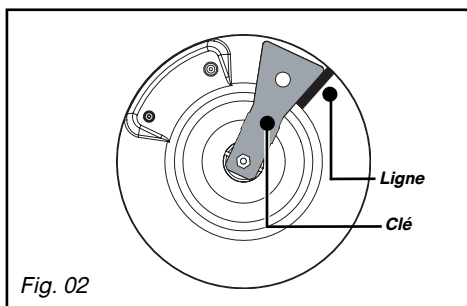

Fig. 02
– **Raccordement avec un tuyau flexible** caoutchouc renforcé à **embouts mécaniques** vissables (conforme à la norme XP D 36-112) dont la durée de vie est de 10 ans (Fig. 02).
- Tracez une ligne sur la plaque d'âtre à l'aide d'un crayon à l'endroit indiqué (Fig. 02).